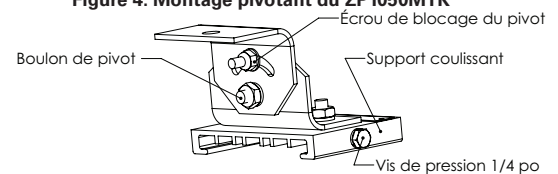

Figure 5. Détails du montage pivotant
5. Serrer à fond les deux (2) vis de pression de 1/4 po sur chaque support coulissant (voir la figure 5). Visser au couple de 78 po-lb (8,8 N.m).
6. Régler la position du luminaire selon l'angle souhaité, puis serrer les deux (2) boulons de pivot de 5/16 po. Visser à un couple de 138 po-lb (15,6 N.m).
7. Visser les deux (2) écrous de blocage du pivot de 1/4 po au support de réglage de 78 po-lb (8,8 N.m).